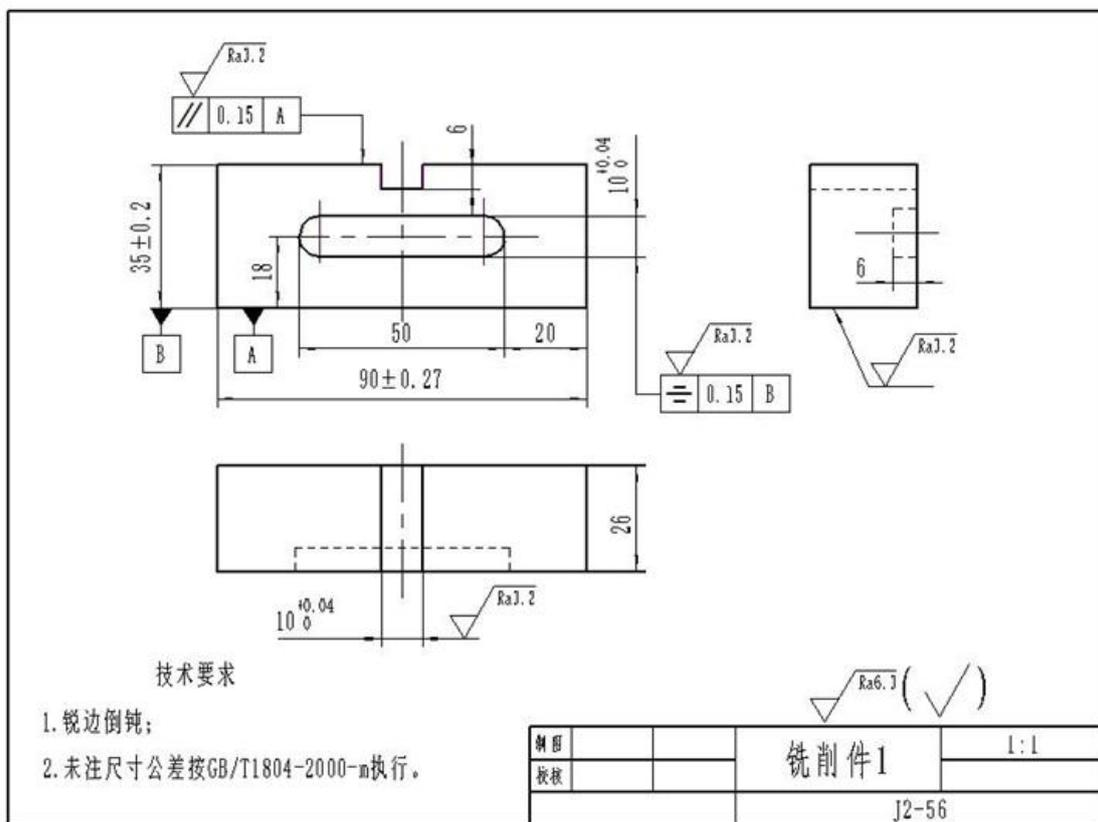

图2.56 铣削件 1
(1) 任务描述：试在:X5032铣床上加工如图 2.56 工件，所提供的工件毛坯规格：长、宽、高为 95mm×40mm×30mm，材料：45 钢。根据使用要求，需要将毛坯铣削成 90mm×35mm×26mm长方体，保证两个 90mm×26mm 表面结构 Ra3.2 μm 且平行度要求为 0.15mm，其余表面结构Ra6.3 μm；在此基础上，图示位置还需加工宽度为 10mm 通槽和封闭键槽；最终结构要素的加工形状、公差要求以及表面质量等以图纸标注为准。